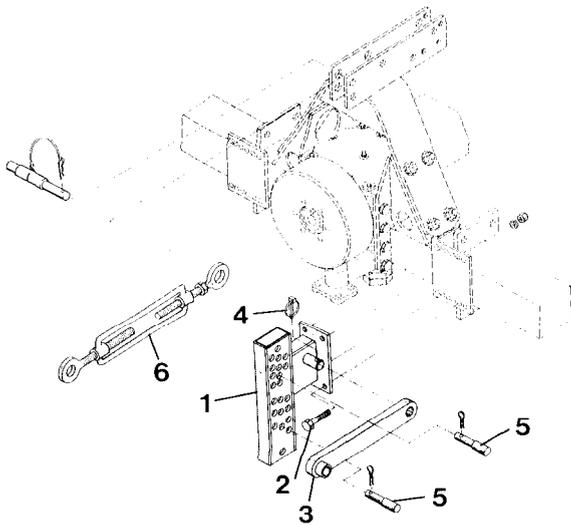

Fig. 70
- Abstützung (Fig. 70/1) mit je 4 Skt.-Schrauben M 12x35 (Fig. 70/2) am Rahmenseiten- teil befestigen.
- Unterlenker (Fig. 70/3) an den Abstützung aufstecken und mit dem Klappsplint (Fig. 70/4) sichern.
- Je 2 Bolzen für Tiefenbegrenzer (Fig. 70/5) so in die Abstützung stecken und sichern, daß sich die Rüttelegge auf der Sämaschine abstützen kann und die Arbeitstiefe immer einhält.
- Mit dem Spannschloß (Fig. 70/6), das am oberen Anlenkpunkt der Sämaschine befestigt wird, ist die Sämaschine so einzustellen, daß sie in Arbeitsstellung gerade hinter der Rüttelegge steht.